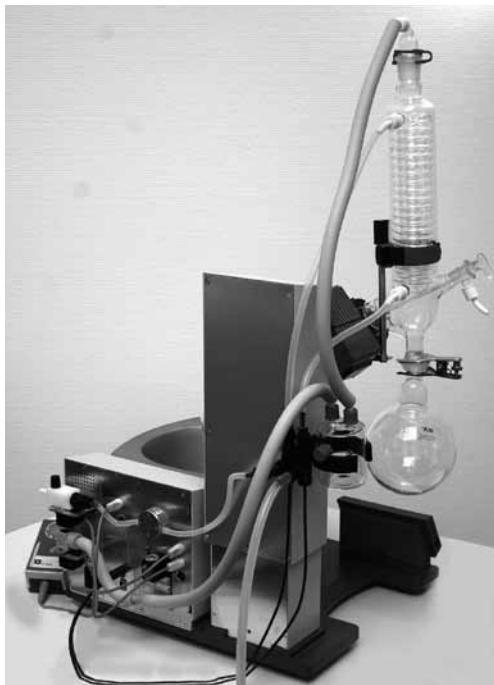

Fig. 21
- ☞ Reliez le capteur de pression et le flacon de Woulfe, ainsi que le flacon de Woulfe et le raccord de vide du refroidisseur avec les flexibles à vide fournis. Veillez à relier toujours le vide au point de raccordement du refroidisseur le plus haut (fig. 21).